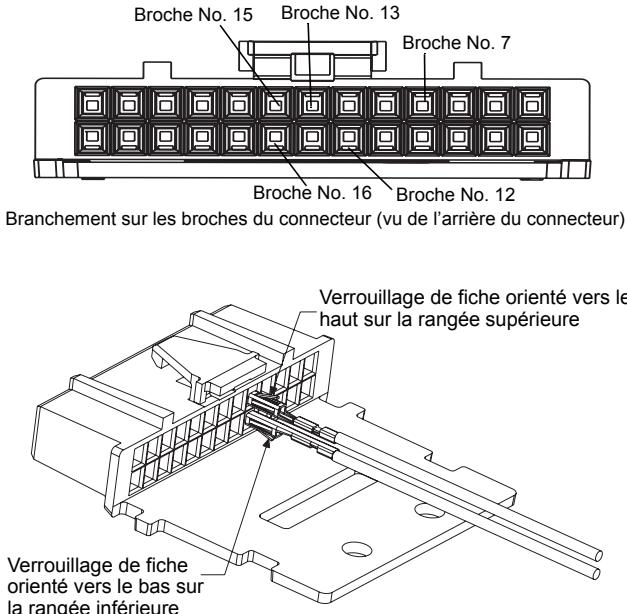

Figure 4. Orientation des bornes
Étape 2. Insérez le contact du fil noir dans la broche 12 ou 16, du fil rouge dans la broche 7, de l'audio micro dans la broche 13, ou du fil bleu du microphone plus réception audio dans la broche 15 du connecteur d'accessoire (Figure 4).